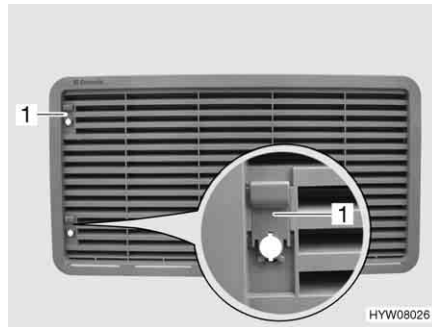

Fig. 79 Griglia di aerazione del frigorifero (con cursore)
- Spingere il cursore (Fig. 79,1) verso l'alto.